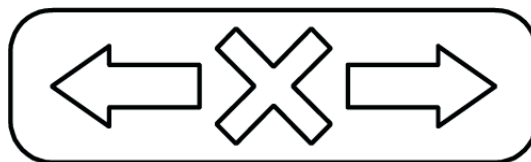

**Рисунок 6. Внутреннее устройство турникета
Доступ к внутренним элементам турникета осуществляется через съемный колпак (1). Фиксация колпака на корпусе турникета осуществляется при помощи 4-х винтов крепления (7) под ключ SW3. При эксплуатации турникета колпак должен быть надет на корпус. Внутри корпуса под колпаком расположены (см. рис. 6): плата управления электроприводом (9), плата интерфейса (10) и механизм турникета, включающий в себя: